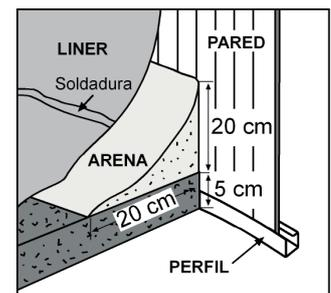

fig. 21
g) **Importante:** Coprire il bordo interno con sabbia pulita, libera di alcune pietre od oggetti strani. Pigiare la sabbia in un strato sagomato triangolare e verticale che copra le sezioni e la parte interiore della parete di metallo, di 20 cm di base e 20 cms d'altezza. In questo il liner non scivolerà sotto la parete e non verrà danneggiato dalla pressione e dal peso dell'acqua, e le forze saranno distribuite uniformemente (fig. 21). Prima di collocare il liner, si consiglia di mettere un tappeto imputrescibile (tra la sabbia e il liner) per proteggerlor.